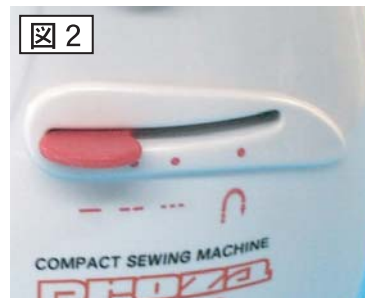

図2
- 図2のステッチパターン/返し縫い切替レバーで、ステッチの長さを最長に設定してください。返し縫いにも選択したパターンが使用できます。